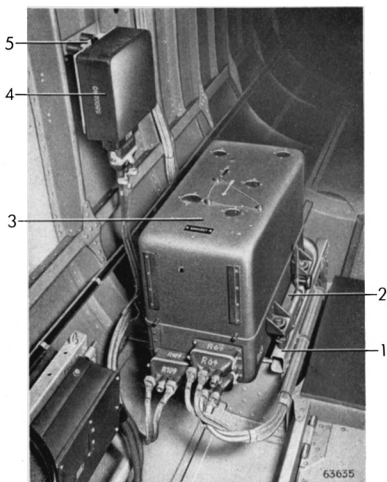

Abb. 98: Vorhalterechner — Relaiskasten
b. Relaiskasten IRK 1 (Abb. 98)